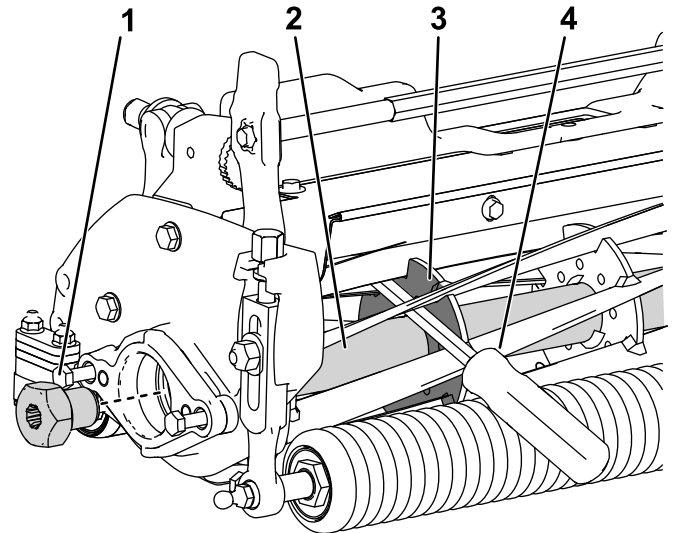

図 35
1. 長い柄のバール9 mm x 30 cm 程度のドライバータイプのもの。握りのついているものがよいを用意する。バールは、トルク作業を行う側に近い側で、リールの前から差し込むようにする 図 35。
2. リールサポートプレートの溶接されている側からバールを入れ 図 35、